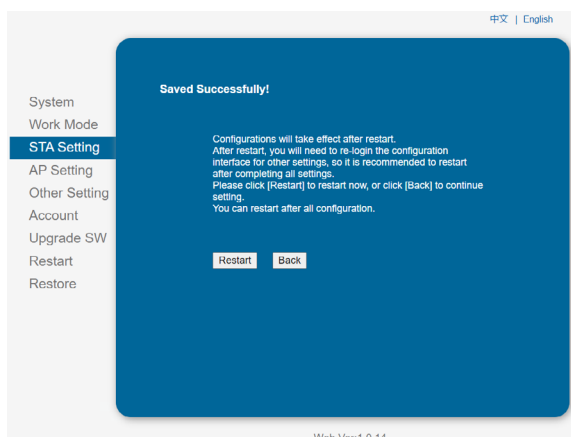

Fig. 55. Configuration du réseau Wi-Fi enregistrée.
- Le système affiche alors le message « Saved Successfully ». Cliquer ou appuyer sur « Restart » pour terminer la configuration du réseau Wi-Fi Voir Fig. 55.